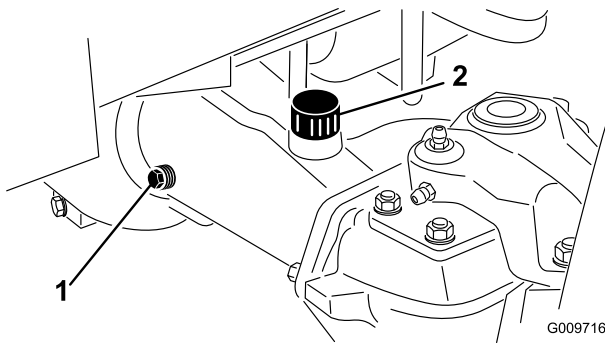

図 66
2. アクスルの一方の端部から点検用プラグ (図 66) を抜き、穴の高さまで潤滑油があることを確認する。量が不足の場合は、給油プラグ (図 66) をはずして補給する。